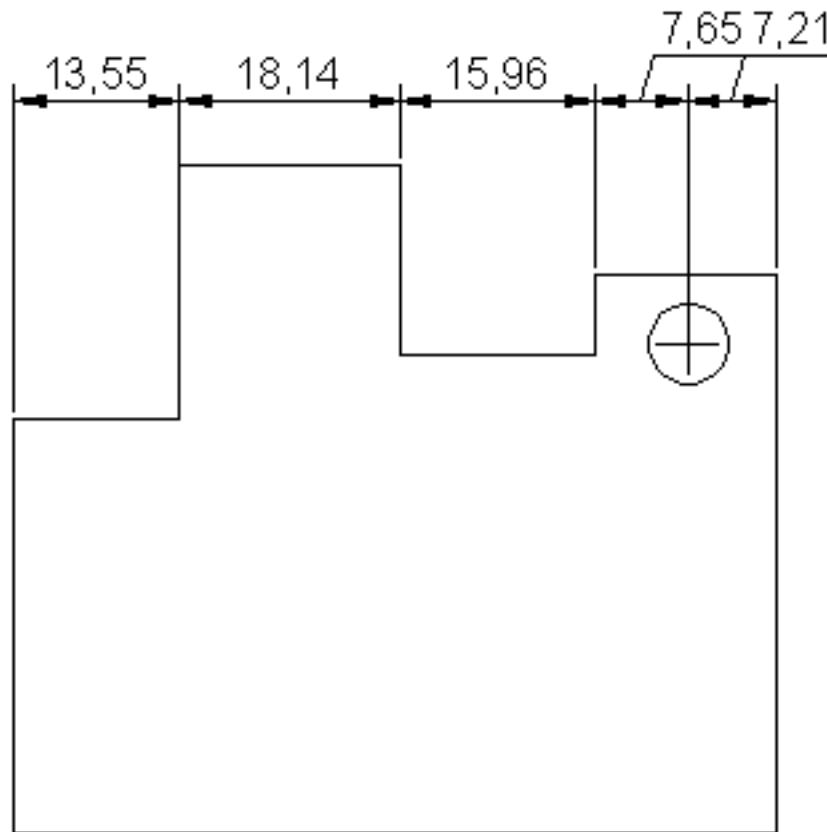

Рис. 5.16. Продленный размер
4. Разместите размеры так, как показано на рис. 5.16. Нажмите клавишу **Esc** для того, чтобы закончить выполнение команды DIMCONTINUE.